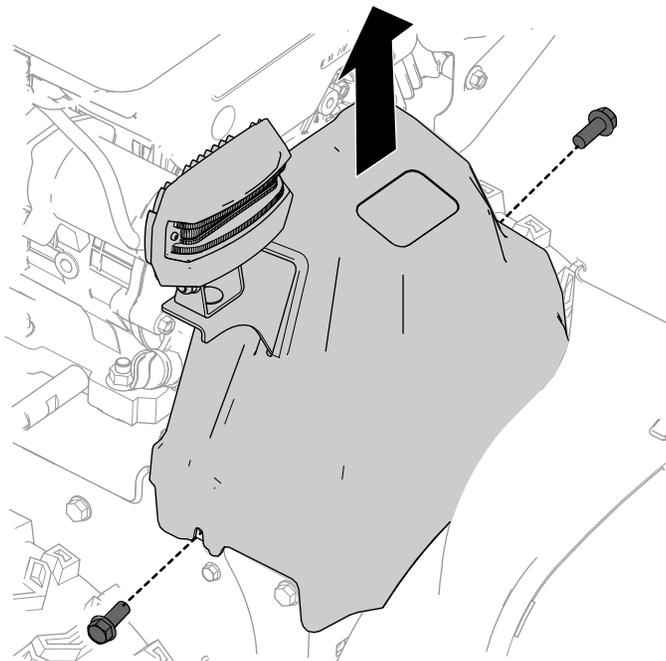

Figura 6
1. Dal lato anteriore della macchina, rimuovete le 2 viti ($\frac{1}{4}$ " x $\frac{5}{8}$ "") che fissano il copricinghia alla macchina (Figura 6).
3. Rimuovete il copricinghia (Figura 6).